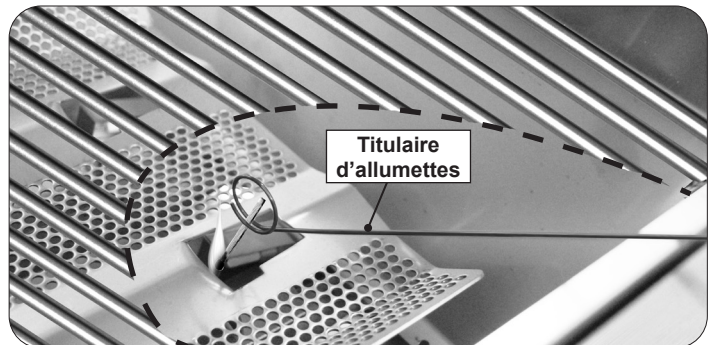

Fig. 32-2 Allumage manuel
2. Insérez soit un briquet à gaz à longue tige enflammée, une allumette à longue tige enflammée ou une allumette enflammée tenue par le support de rallonge en fil inclus à travers l'ouverture de la grille de cuisson et la grille d'arôme jusqu'au sommet du brûleur (Fig. 32-2).
4. Si le brûleur ne s'allume pas dans les cinq (5) secondes suivant la mise en marche du bouton de commande, appuyez **immédiatement sur le bouton et tournez la vanne en position OFF**. ATTENDEZ CINQ (5) MINUTES avant de répéter les étapes 2 à 4 des instructions d'allumage manuel.